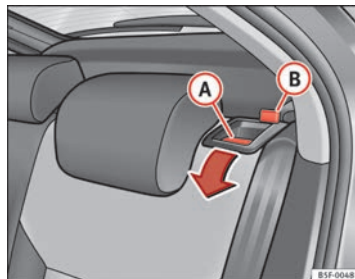

Fig. 83 Levier de déverrouillage du dossier
- Pousser le levier de déverrouillage ⇒ fig. 83 **A** dans le sens de la flèche.
- Relever le dossier jusqu'à ce qu'il s'encastre correctement ⇒ **A**. Le dossier est enclenché correctement lorsque le repère rouge de la goupille ⇒ fig. 83 **B** n'est plus visible.